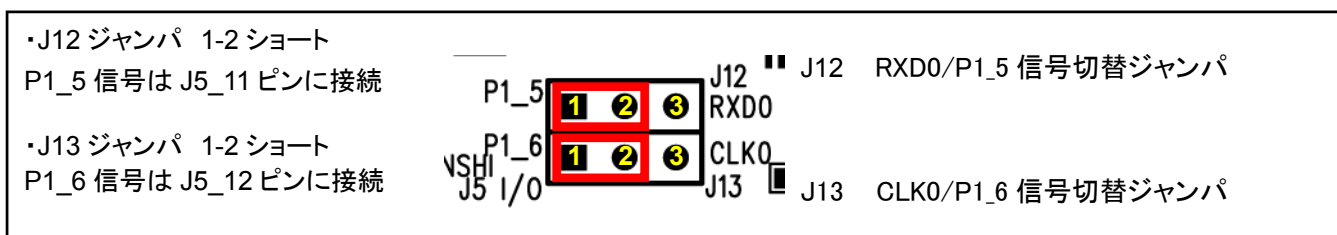

図 4.5 J12、J13 ジャンパ設定図 (J5 I/O インタフェース)
P1_5 と P1_6 を J5 拡張 I/O インタフェースで使用する場合は、後述 4.3.2.4 拡張 I/O インタフェースの章にある図 4.5 J12、J13 ジャンパ設定図(J5 拡張 I/O インタフェース)をご参照下さい。
12. P1.5 と P1.6 を J5 拡張 I/O インタフェースで使用する場合は下図 4.5 J12、J13 ジャンパ設定図(J5 拡張 I/O インタフェース)をご参照下さい。